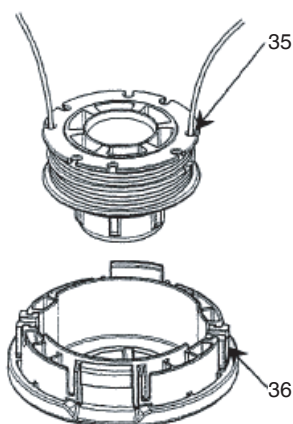

Fig. 32
- (5) Introduzca ambos extremos sueltos de la línea a través de la guía de cuerda (36) cuando coloque el rollo en la caja. (Fig. 32)